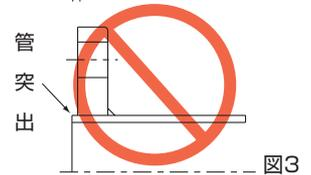

図3
(1) バルブを取付けたままの管フランジの溶接は避けてください。溶接熱やスパッタで、バルブ性能を低下させる危険性があります。
(2) フランジの溶接方法は、次のとおりです。隅肉溶接の脚長“X”は、管の内厚 t 以上とします。フランジ面より全面溶接部及び管端を出さないでください。バタフライ及びウイングチェッキバルブのジスグが干渉して作動不良を起こす危険性があります。（図3）
(3) バタフライバルブのゴムシートなどのガスケット面の損傷による外漏れ防止のため、管フランジの前面溶接部、ガスケット面、エッジ部などの仕上げを入念に行ってください。
(4) 溶接時、ゲート、グローブ弁は「半開」の状態で行ってください。